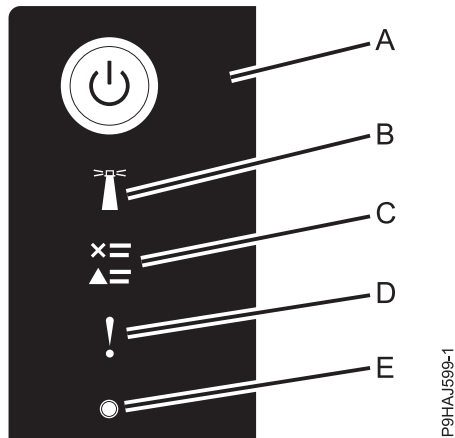

図 24. コントロール・パネルの LED
- 次の図に示す電源 LED (A) が明滅している。
3. 30 ページの図 24 に示すように、コントロール・パネル上の電源ボタン (A) を押します。